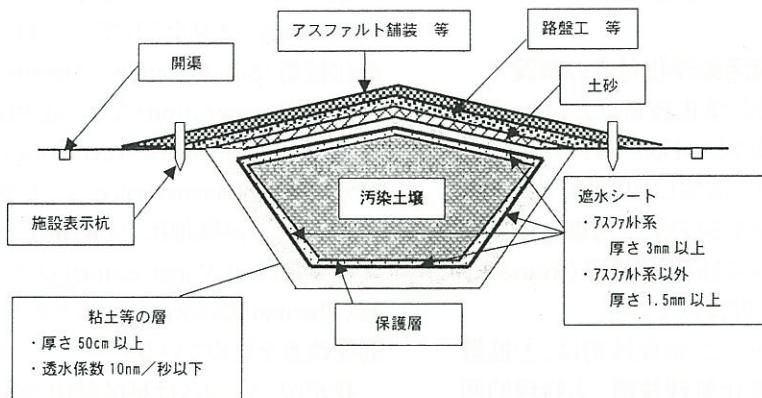

図8.2 遮水工封じ込め構造例示(1):表面遮水構造
- (b) それでも溶出量値Ⅱを上回る汚染土はコンクリートを用いた遮断槽に入れる遮断槽は図8-2に示すような条件を満足するもの。